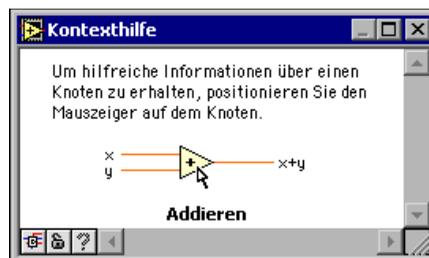

Abbildung 2-2. Das Fenster **Kontexthilfe**
5. Sollte das Fenster **Kontexthilfe** (vgl. Abbildung 2-2) nicht sichtbar sein, so öffnen Sie es manuell über den Menüpunkt **Hilfe**»**Kontexthilfe anzeigen** aus der Menüleiste des Blockdiagramms.